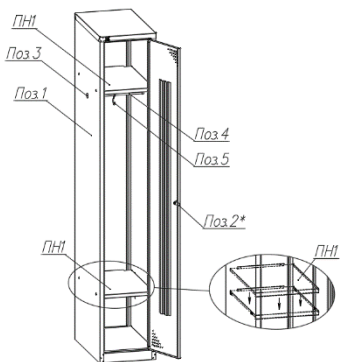

Рис. 3 Описание Шкафов сери WRv1
5.4. Для исполнений (WR11v1; WR22v1; WR33v1) дополнительно возможна установка полки нижней (под обувью). Устанавливается на язычки в боковинах шкафа (Рис. 3).